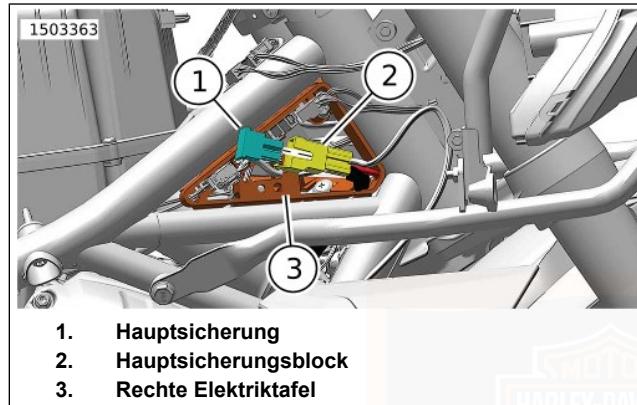

Abbildung 86. Hauptsicherung – Lage
3. Den Hauptsicherungsblock (2) von der rechten Elektriktafel (3) entfernen.
4. Abbildung 86 Die Hauptsicherung (1) ausbauen.
1. Abbildung 86 Die Hauptsicherung (1) einbauen.
2. Den Hauptsicherungsblock (2) in die rechte Elektriktafel (3) einbauen.